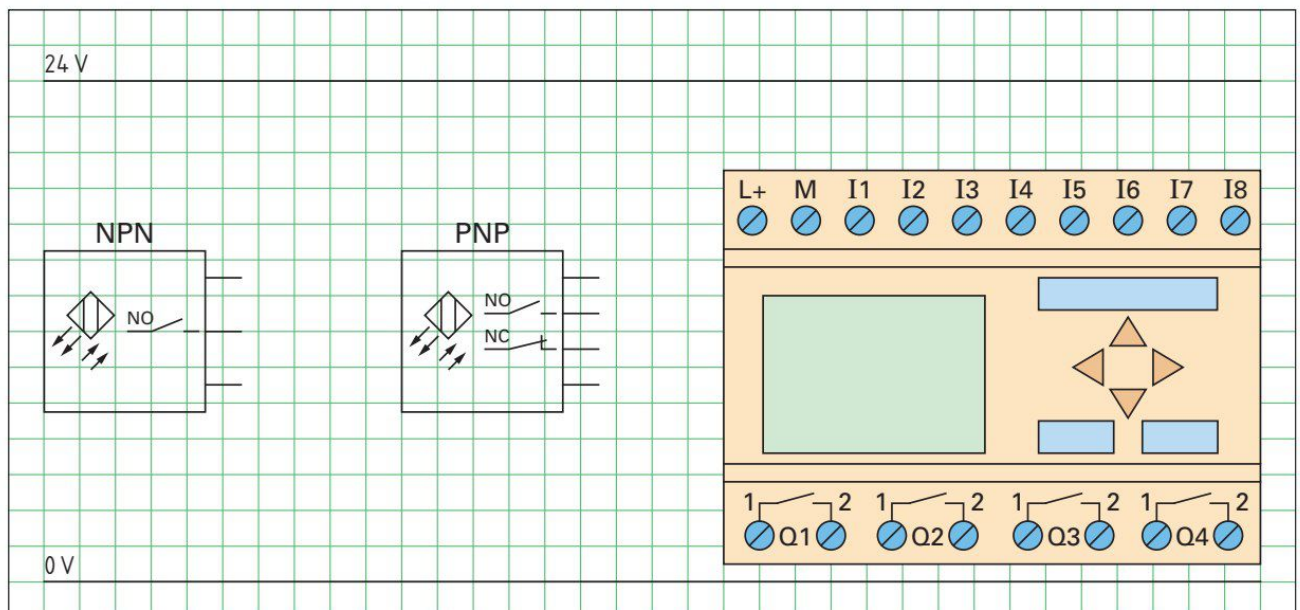

Bild 2: Anschluss von Sensoren unterschiedlicher Bauart
2. Die dargestellten 24-V-Sensoren (Lichtschranken) im 3- und 4-Leitersystem (**Bild 2**) unterschiedlicher Bauart (NPN und PNP) sollen die Eingänge des Kleinststeuergerätes (24 V Ausführung) I1, I2 und I3 ansteuern. Zeichnen Sie die korrekte Verdrahtung der Sensoren mit der Versorgungsspannung und der Eingangsbelegung des Kleinststeuergerätes. Geben Sie die richtige Farbkennzeichnung der Sensoranschlüsse an (**Bild 2**).